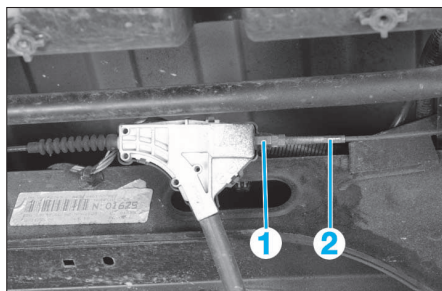

FIG. 11
- Dévisser l'écrou (1) entièrement en immobilisant la vis (2) (Fig.11).